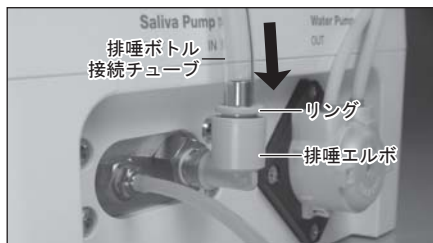

図 6
- 1) コントロールユニット側面の排唾エルボを押さえながら、排唾ボトル接続チューブを奥に当たるまで挿し込みます。(図 6)